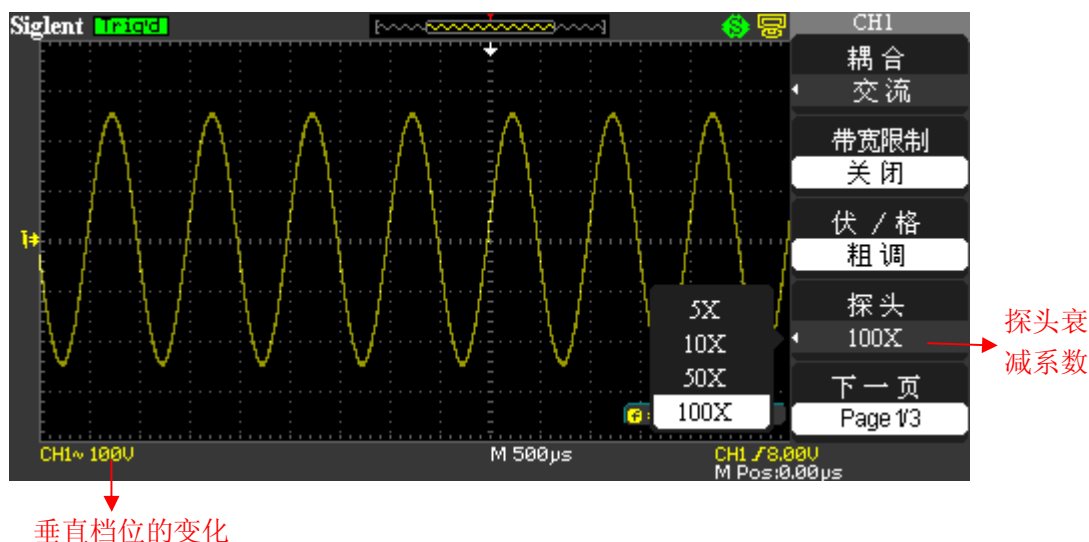

图 2-9 探头比例设置
- 按【CH1】选择“探头”为【100X】。如图 2-9 所示：